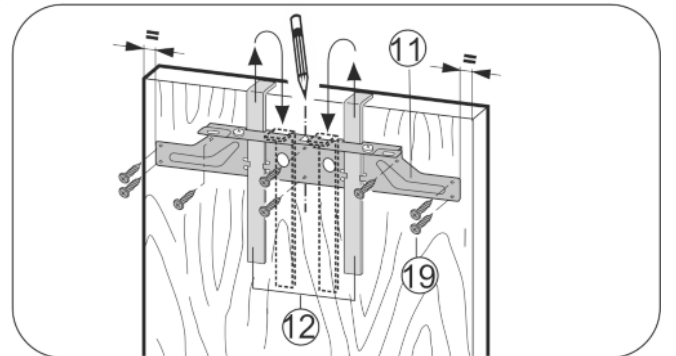

Fig. 18
- ▶ Accrocher la traverse de fixation Fig. 18 (11) avec les gabarits de montage Fig. 18 (12) du côté intérieur de la porte du placard.
- ▶ Aligner la traverse de fixation Fig. 18 (11) sur le milieu de la porte.\*
- ▶ Visser la traverse de fixation Fig. 18 (11) en utilisant au moins 6 vis Fig. 18 (19).
- ▶ Visser la traverse de fixation Fig. 18 (11) en fixant 4 vis Fig. 18 (19) au bord.
- ▶ Tirer les accessoires de montage Fig. 18 (12) vers le haut et les enfoncer pivotées dans les trous situés à côté.